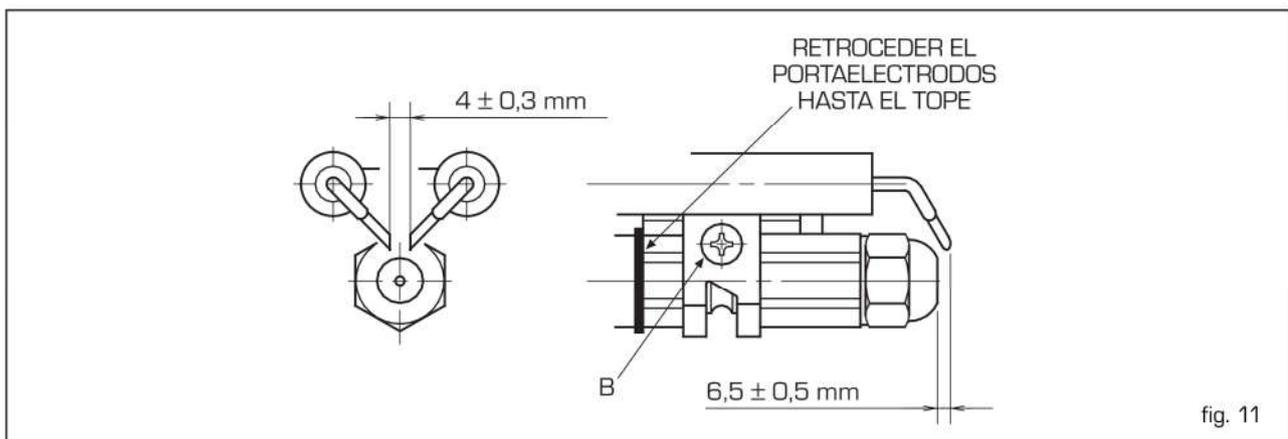

fig. 11
- Acoplar el quemador a la brida (1), retirar el cabezal de combustión (2) tras haber aflojado las tuercas (3).
- Retirar de la línea de sustentación de los inyectores (4) el grupo de electrodos (5) tras haber aflojado las tuercas [B, fig. 11, pág. 8].
- Atornillar el inyector (6).
Antes de desmontar o montar la boquilla, hay que aflojar el tornillo [B fig. 11] y correr hacia adelante los electrodos.
- 1) POSICIÓN CORRECTA DE LOS ELECTRODOS (ver fig. 11, página 7).
- Efectuar la limpieza de la fotoresistencia, (ver fig. 11, pág. 8).